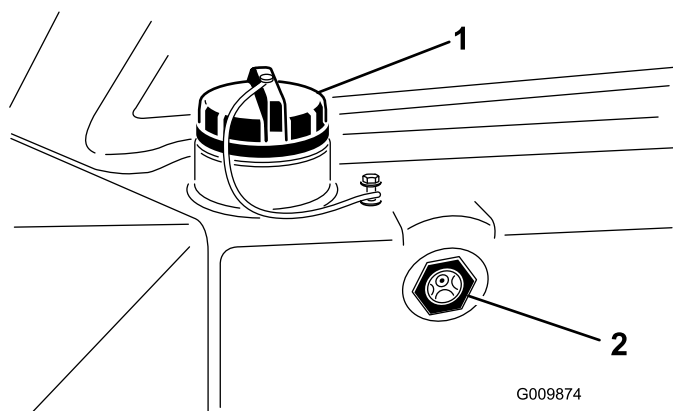

Bild 29
2. Prüfen Sie den Ölstand im Schauglas (Bild 29).
4. Wenn der Ölstand bei kaltem Öl nicht mindestens unten am Schauglas steht, nehmen Sie den Deckel vom Hydraulikölbehälter ab (Bild 29). Füllen Sie den Behälter langsam mit hochwertigem Hydrauliköl, bis der Ölstand unten am Schauglas steht. **Füllen Sie nicht zu viel ein.**